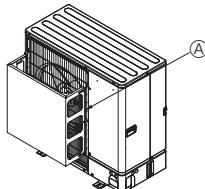

Fig. 2-4
- ② Τοποθετήστε έναν προαιρετικό οδηγό αέρα, αν τρέκεται να εγκαταστήσετε τη μονάδα σε σημεία όπου υπάρχει το ενδεχόμενο να φυσούν απευθείας στο στόμιο εξαγωγής του αέρα πολύ δυνατού ανέμου κτλ. (Fig. 2-4)